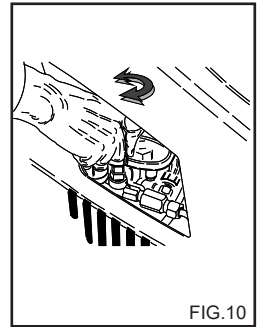

FIG.10
Il presente capitolo riguarda solo i modelli provvisti del dispositivo "Regolatore di pressione". Il dispositivo regolatore di pressione, fig. 10 permette di regolare la pressione di lavoro. Ruotando la manopola C in senso antiorario (B) (minimo) si ottiene così una riduzione della pressione di esercizio.